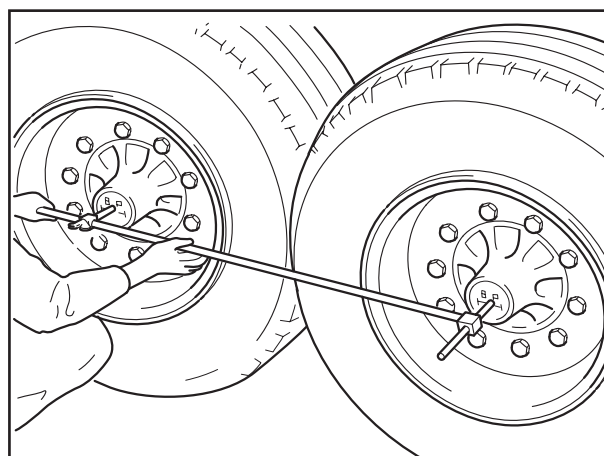

Рис. 8
- на новых колпаках ступиц (вштампованное ® или ECO под эмблемой BPW)) (рис. 8) установить колпаки, см. операцию № 13.
- треугольник (Δ) в эмблеме BPW находится в центре, если под эмблемой BPW вштампованно ® или ECO (рис. 8).